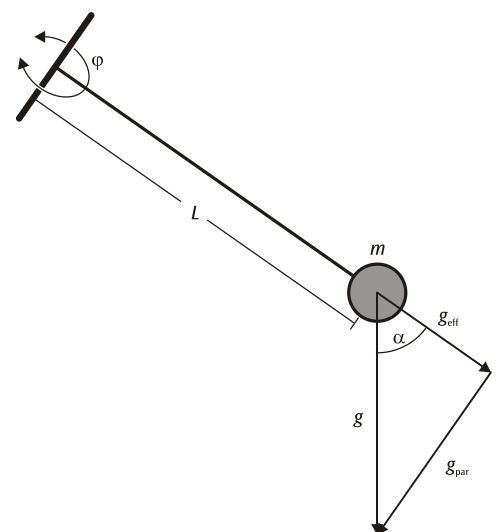

Fig. 1 : Pendule gravitationnel variable (photo et représentation schématique)
Lorsque l'axe de rotation est incliné, la composante  $g_{\text{par}}$ , parallèle à l'axe de rotation, de l'accélération de la pesanteur  $g$  est compensée par le support de l'axe de rotation (cf. fig. 1). La composante efficace restante  $g_{\text{eff}}$  s'élève à :
- Montez la barrière photoélectrique (cf. Fig. 1) et raccordez l'entrée Marche du compteur numérique.